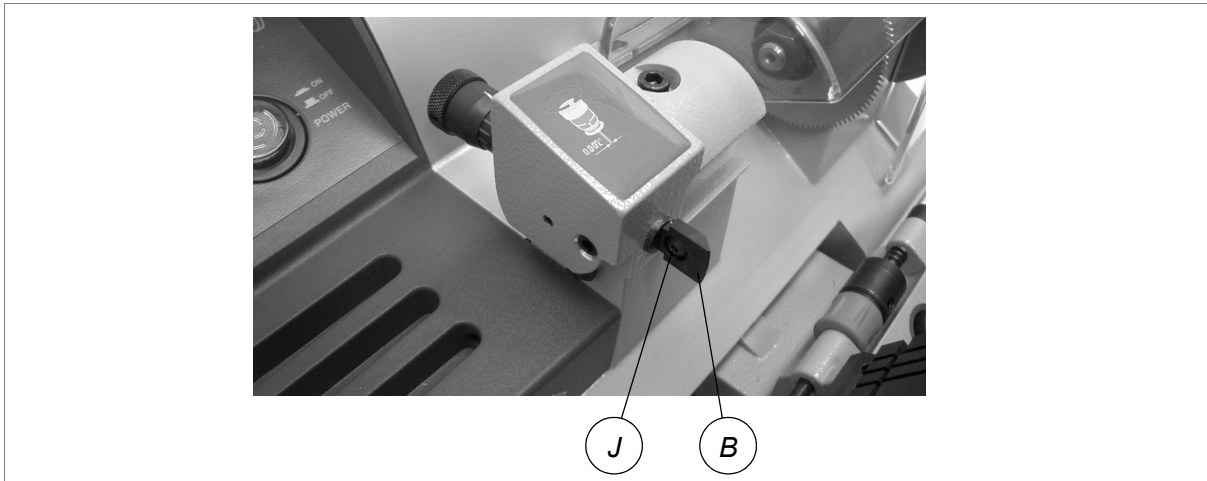

Fig. 23
- 2) Destornillar del todo el tornillo (J) y sacar el palpador (B) (fig.23).
- 3) Colocar el nuevo palpador fijándolo con el tornillo (J).